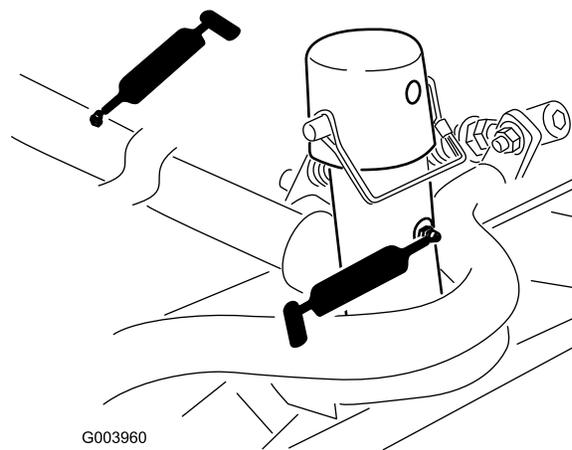

図 46
- キャリアフレームとピボット各カuttingユニットで2ヶ所 図 46